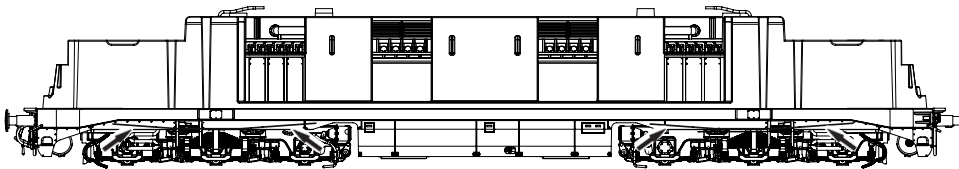
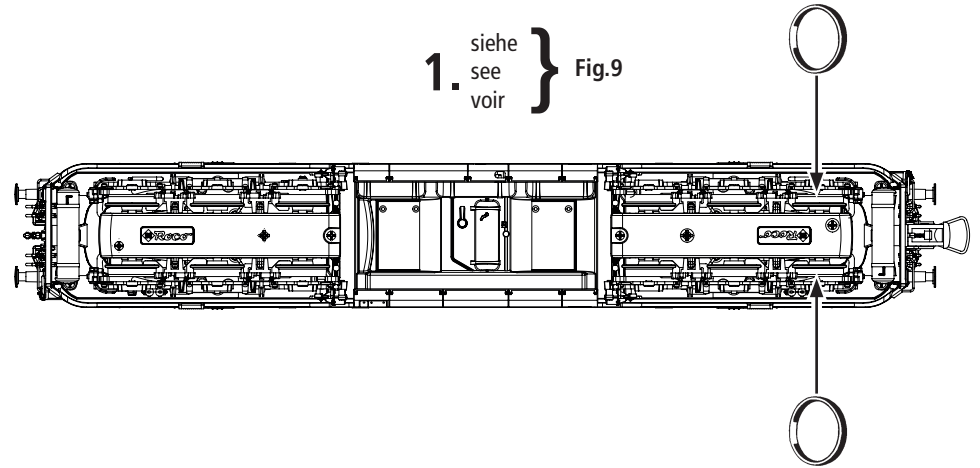

Fig. 8
Fig. 9
3. Haftreifenwechsel: Zuerst den Getriebedeckel abnehmen (Fig. 9). Danach den **Radsatz** herausnehmen und die **Haftreifen** mit einer Nadel od. mit einem feinen Schraubendreher abziehen (Fig. 8). Beim Aufziehen der neuen Haftreifen darauf achten, dass diese sich nicht verdrehen.
3. Change of traction tyre: Remove the gear cover (fig. 9). Take out **wheel set** and remove **traction tyre** using a pin or a fine screwdriver (fig. 8). When pressing on the new traction tyre please **avoid twisting it**.
3. Échange des bandages d'adhérence: Démontez d'abord **le couvercle du carter des engrenages** des en-grenages (fig. 9). Délogez ensuite les essieux bandagés et enlevez, à l'aide d'une aiguille ou d'un tourne-vis fin, les bandages d'adhérence (fig. 8). Lors du montage des nouveaux bandages veuillez veiller à ce que les bandages **ne soient pas tor-dues**.
1. siehe } Fig.9